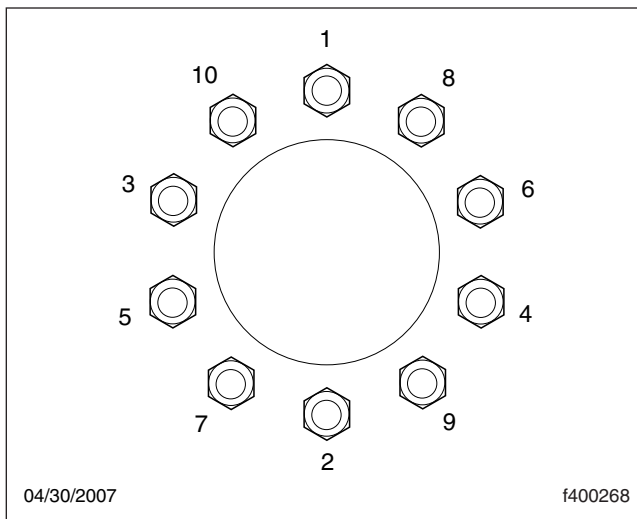

Figura 23.4, Secuencia de apretado, ruedas de 10 orificios
- 4.3 Asegúrese de que todas las tuercas de las ruedas estén apretadas. Si es necesario apretarlas, siga el patrón de apretado indicado en la **Figura 23.4** para apretar las tuercas con brida a un valor entre 50 y 100 lbf-ft (68 y 136 N·m), inicialmente. Entonces apriete las tuercas con brida a un valor entre 450 y 500 lbf-ft (610 y 678 N·m).